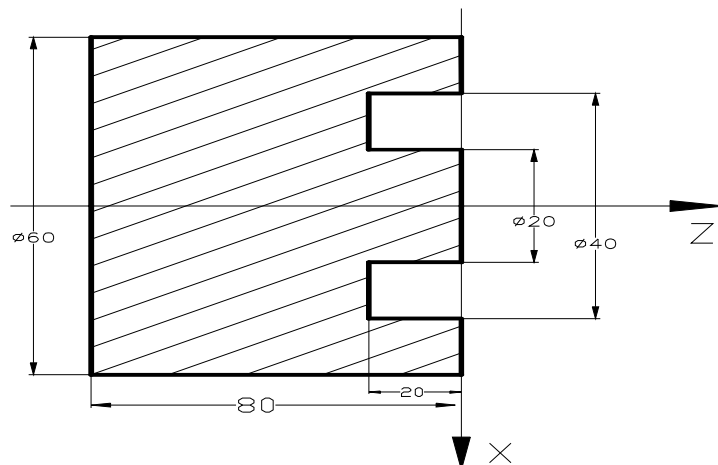

Fig.3-46
- O movimento do ciclo é executado por Z(W) e P( $\Delta k$ ) blocos de G74, e o movimento não são executados se "G74 R ( $\underline{e}$ );" bloco é executado;
- $\Delta d$  e (e) são especificados pelo mesmo endereço e se existem Z(W) e palavra P( $\Delta k$ ) ou não em blocos para distingui-los;
**Exemplo :** Fig. 3-46